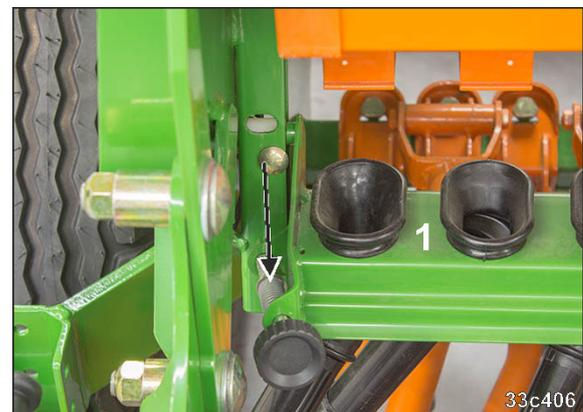

Fig. 155
2. Die Trichterschiene (Fig. 155/1) absenken.